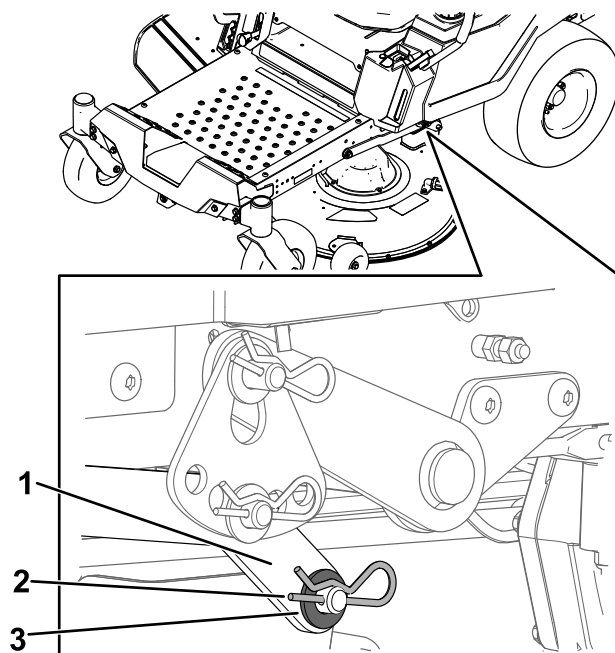

Figure 64
6. D'un côté de la machine, retirez la rondelle et la goupille fendue de l'axe du tablier (Figure 64).
7. Déposez le bras de levage de l'axe du tablier (Figure 64).
5. D'un côté de la machine, soulevez l'arrière du tablier de coupe et installez le bras de levage sur l'axe du tablier (Figure 64).
6. Installez le bras de levage avec la rondelle et la goupille fendue (Figure 64).